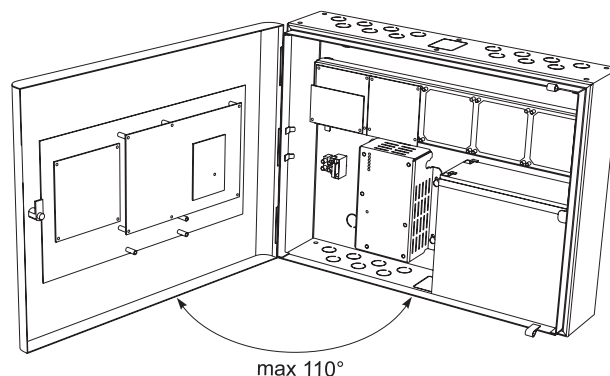

Figura 7B
• Abra a tampa frontal. **Atenção:** A tampa é montada no fundo da caixa com dobradiças fixadas com rebites desmontáveis. O ângulo de abertura da tampa frontal não deve ser maior que 110° - Figura 7B!